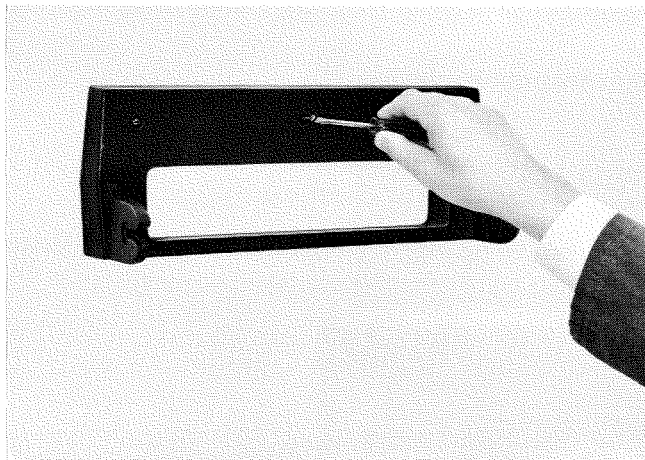

Abb. 1 Anbau des Fußes
2. Fuß mit beiliegenden Dübeln und Schrauben an einem zentralen Platz in der Nähe der Wärmepumpe(n) an der Wand befestigen (Abb. 1).